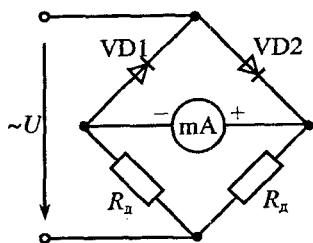

Рис. 4.8
**Задача 4.12.** Магнитоэлектрический миллиамперметр (входное сопротивление  $R_{\text{и}} = 10 \text{ Ом}$  и ток полного отклонения  $I_{\text{и}} = 1 \text{ мА}$ ) предполагается использовать в схеме выпрямительного вольтметра (рис. 4.8) с верхним пределом измерения синусоидального напряжения  $U = 10 \text{ В}$ .